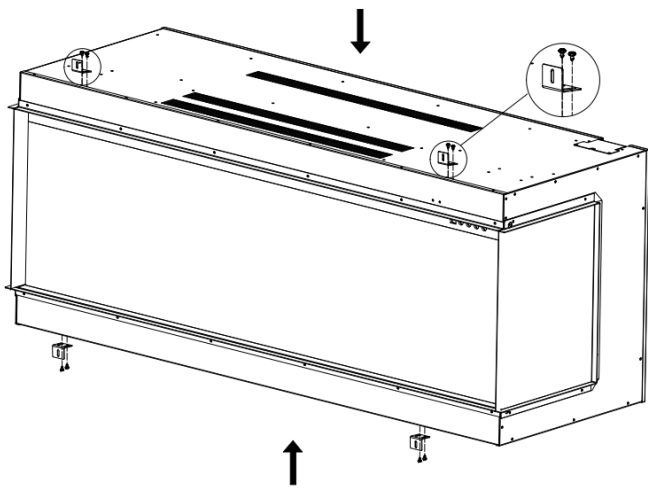

Fig.3-2
5. fixar os suportes em L (I) com os parafusos do passo anterior. Fig.3-2